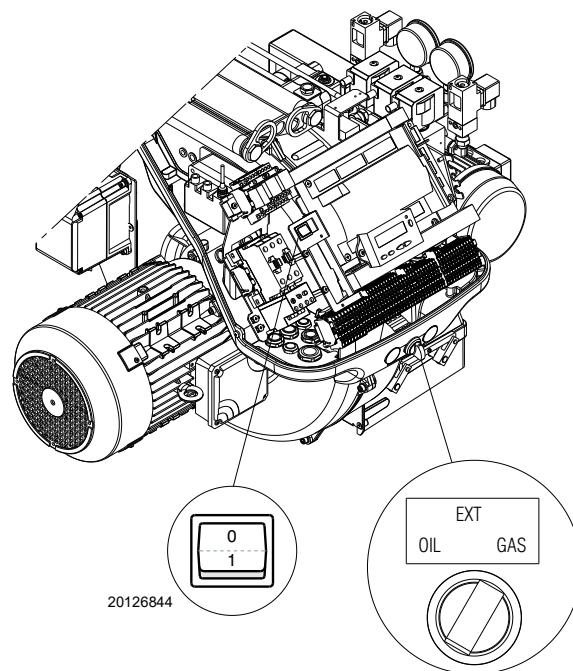

Fig. 36
- 1 cu selectorul „OIL-EXT-GAS” (Fig. 36);